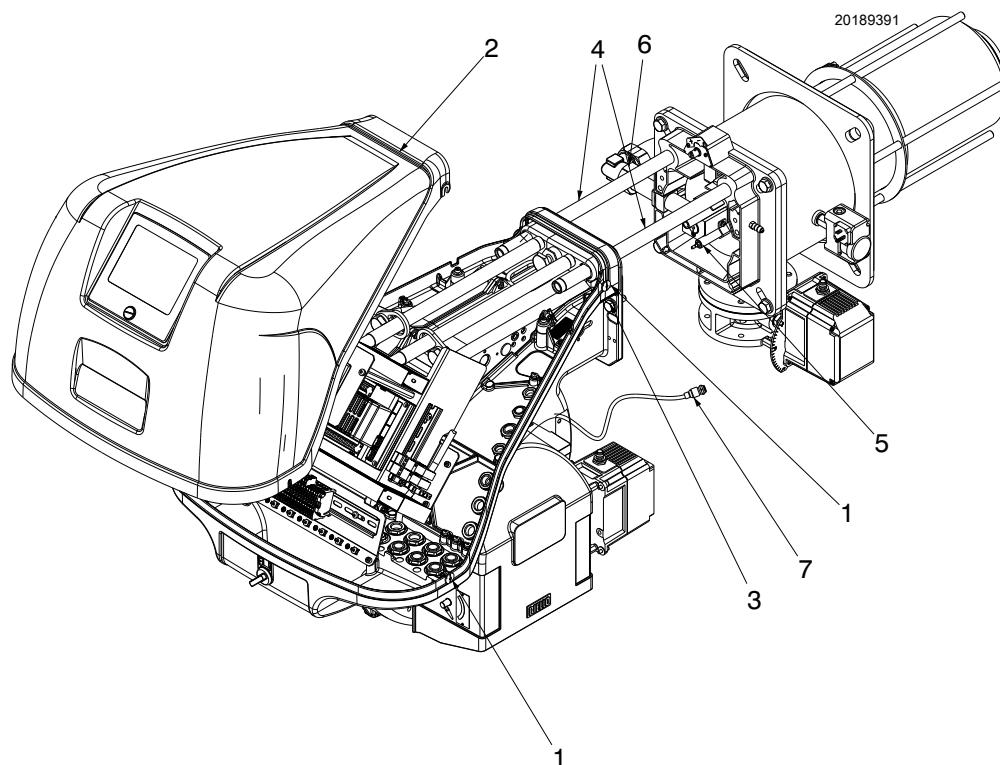

图 39
检查确认点火阶段（燃烧头燃气分配盘）的燃气出口无生锈、无污物附着。如有疑问，可拆下弯头（图 39 第 51 页）。
- 松开 4 个螺丝 1) (图 39) 并取下保护罩 2) ；
- 拆下螺丝 (3) ，将燃烧器沿滑杆 4) 向后移动约 100mm。